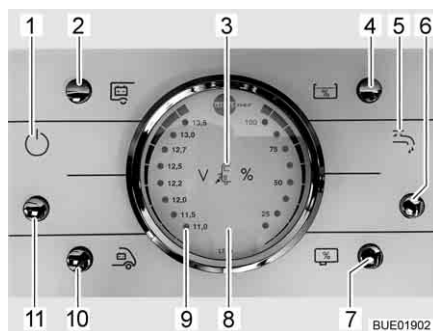

Fig. 164 Panneau de contrôle LT 96
La touche (Fig. 164,11) allume ou éteint le panneau de contrôle et l'alimentation 12 V de la cellule.
Mettre en marche : ■ Appuyer sur la touche (Fig. 164,11) : L'alimentation 12 V de la cellule est assurée. Le voyant de contrôle (Fig. 164,1) s'allume.
Mettre hors service : ■ Appuyer sur la touche (Fig. 164,11) : L'alimentation 12 V de la cellule est coupée. Le voyant de contrôle (Fig. 164,1) s'éteint.
Observer la graduation de gauche sur l'indicateur de charge/de niveau de réservoir (Fig. 164,8). L'indicateur s'éclaire automatiquement dès qu'une touche est pressée.
- Appuyer sur la touche (Fig. 164,10) : La tension de la batterie de démarrage est affichée.
- Appuyer sur la touche (Fig. 164,2) : La tension de la batterie de cellule est affichée.
Observer la graduation de droite sur l'indicateur de charge/de niveau de réservoir (Fig. 164,8). L'indicateur s'éclaire automatiquement dès qu'une touche est pressée.
- Appuyer sur la touche (Fig. 164,4) : Le niveau du réservoir d'eau est affiché.
- Appuyer sur la touche (Fig. 164,7) : Le niveau du réservoir d'eaux usées est affiché.
- Appuyer sur la touche (Fig. 164,6) : L'alimentation en eau est activée. Le voyant de contrôle de la pompe à eau (Fig. 164,5) s'allume.
- Appuyer sur la touche (Fig. 164,6) : L'alimentation en eau est désactivée. Le voyant de contrôle de la pompe à eau (Fig. 164,5) s'éteint.
Le voyant d'alerte rouge "ALARM" (alarme) (Fig. 164,9) clignote dès que la charge de la batterie de cellule descend en dessous de 11 V (mesurée en marche) et qu'il y a risque de décharge profonde des batteries.
Le voyant de contrôle 12 V (Fig. 164,1) s'allume dès que la touche principale 12 V (Fig. 164,11) est enclenchée.
Le voyant de contrôle 230 V (Fig. 164,3) s'allume si l'arrivée du bloc électrique est sous tension de réseau.